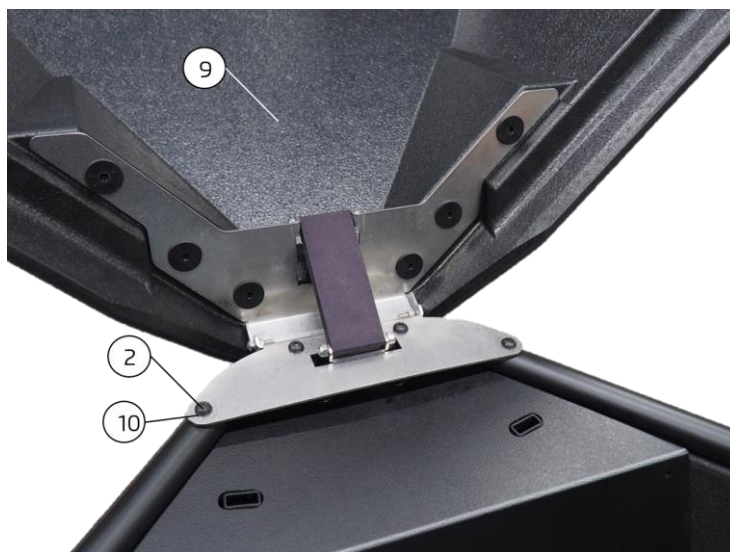

Abb. 4/ fig. 4
Das vordere Deckelteil ⑨ wird mit den vier Schrauben des vorderen Relingcovers ② und den vier beigelegten Unterlegscheiben ⑩ auf der Reling handfest montiert (Abb. 4).
The front cover part ⑨ is mounted hand-tight on the railing using the four screws from the front railing cover ② and the supplied four washers ⑩ (fig. 4).